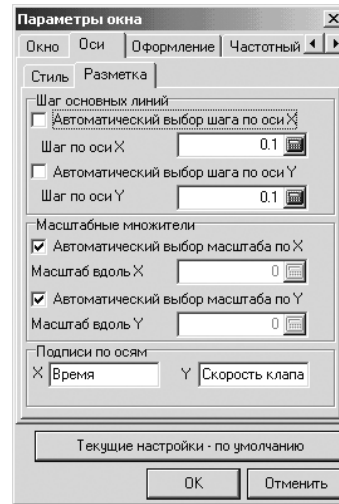

Рис. 1.133. Диалоговое окно **Параметры окна** с открытой вкладкой **Оси** и вкладкой **Разметка**
- щелкните в диалоговом окне **Параметры окна** на открытой вкладке **Оси** по вкладке **Разметка**. Она откроется, см. рис. 1.133;